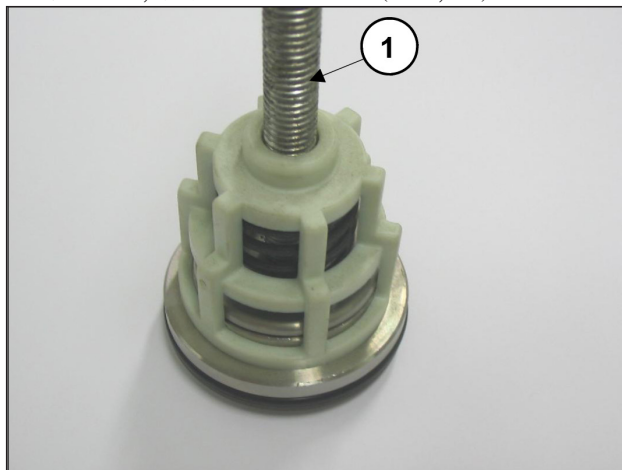

图17
- 拆除吸油和输油阀组，拧紧一个螺丝M8，长度足以在阀板上操作，并从阀座抽出阀导承(图17, ①)。